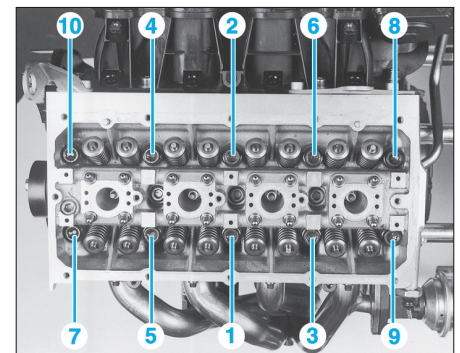

Fig. 32
- Serrer les vis de culasse dans l'ordre indiqué (Fig.32).